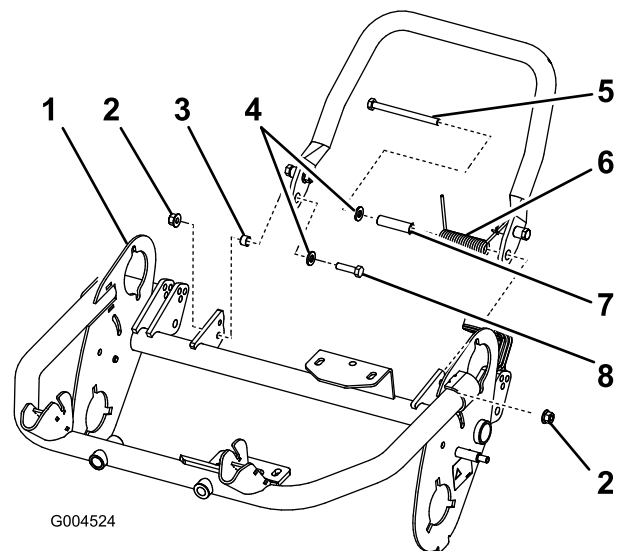

Bild 6
- Setzen Sie eine Scheibe (M8) auf die kleine Schraube (M8-1,25 x 030). Montieren Sie die rechte Seite des Ständers mit der Schraube und der Scheibe, dem kleinen Distanzstück und der Sicherungsmutter (M8-1,25) am Rahmen (Bild 6). Stellen Sie sicher, dass die Schraube von der Innenseite des Rahmens eingesetzt ist, siehe Bild 6.
Wichtig: Beim Installieren der Feder, setzen Sie ein Ende der Feder unter den hinteren Rahmen (Bild 6).
- Montieren Sie die linke Seite des Ständers mit der Schraube und der Scheibe, dem großen Distanzstück, der Feder und der Sicherungsmutter (M8-1,25) am Rahmen (Bild 6). Stellen Sie sicher, dass die Schraube von der Innenseite des Rahmens eingesetzt ist, siehe Bild 6.